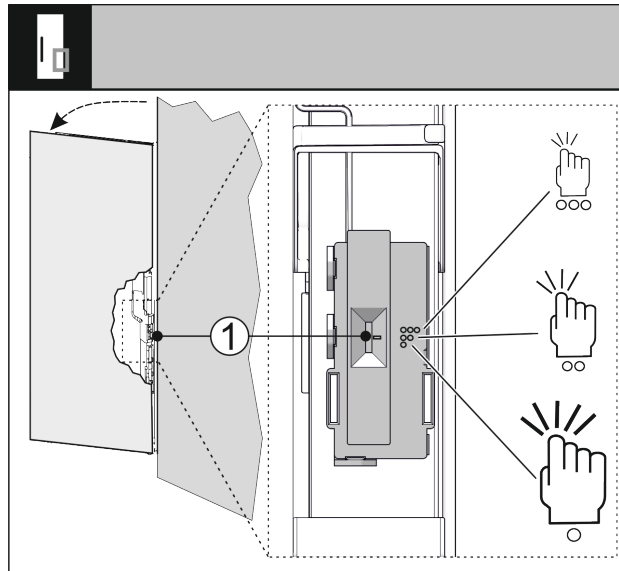

Fig. 32
Knackningssensorns känslighet kan ställas in via en brytare Fig. 32 (1). Brytaren sitter på gångjärnssidan på dörrens nedre tredjedel.
- ▶ Skjut brytaren Fig. 32 (1) till önskat brytarläge.